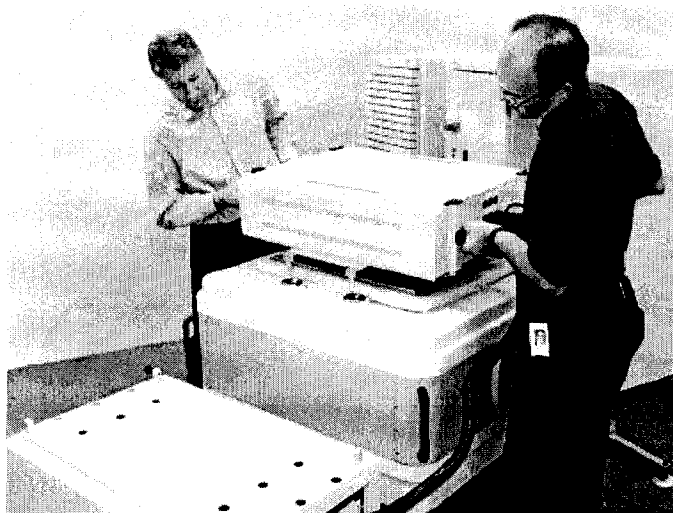

Рисунок 17 - Установка устройства позиционирования на тестовой голове
7.5.4.5 Осторожно установить устройство позиционирования на тестовую голову так, чтобы все направляющие штыри жесткой стыковки вошли в цилиндры, установленные в тестовой голове (рисунок 17). Убедиться, что лицевая часть устройства позиционирования установлена параллельно поверхности пользовательского интерфейса тестовой головы.